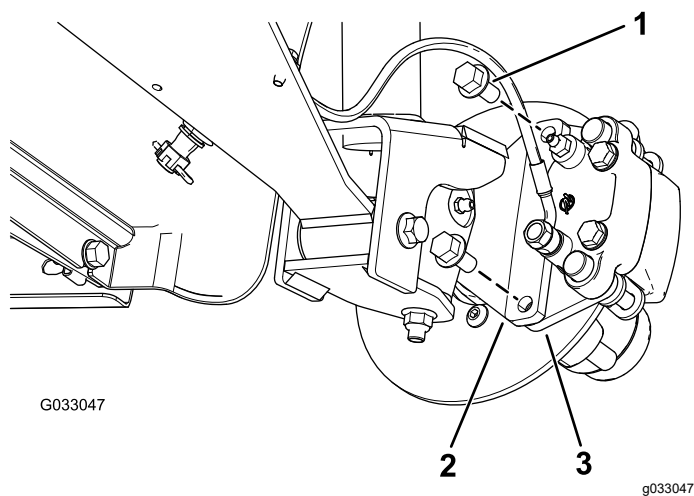
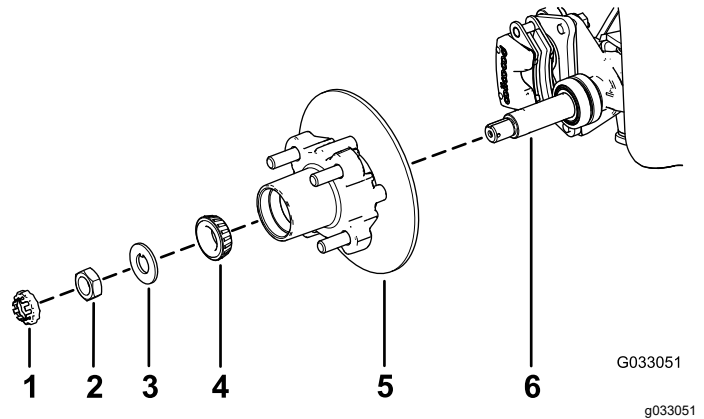

Figure 30
Figure 34
3. Retirez les boulons à embase ($\frac{3}{8}$ " x $\frac{3}{4}$ ") qui fixent le support du frein à la fusée et séparez le frein de la fusée (Figure 30).
1. Appliquez une fine couche de la graisse spécifiée sur la fusée (Figure 34).
2. Montez le moyeu et le rotor sur la fusée en plaçant le rotor à l'intérieur (Figure 34).
3. Montez le roulement extérieur sur la fusée et poussez le roulement contre la bague (Figure 34).
4. Montez la rondelle-frein à languette sur la fusée (Figure 34).
5. Vissez l'écrou de fusée sur la fusée et serrez l'écrou à 15 N·m tout en tournant le moyeu pour bien asseoir le roulement (Figure 34).
2. Alignez les plaquettes de frein de chaque côté du rotor (Figure 30) et alignez également les trous dans le support d'étrier et ceux de la fixation du frein sur le porte-fusée (Figure 34).
3. Fixez le support d'étrier au porte-fusée (Figure 30) à l'aide de 2 boulons à embase ($\frac{3}{8}$ " x $\frac{3}{4}$ ").